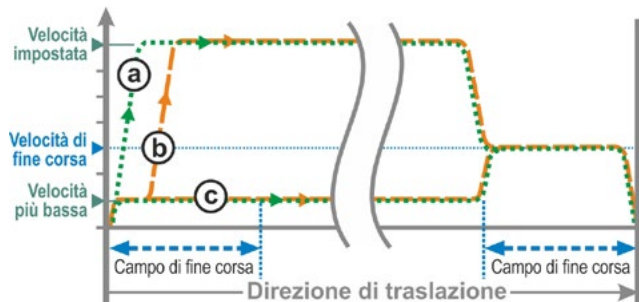

Fig. 2: Velocità di fine corsa "Avvio rapido"
- In caso di spegnimento **in funzione della corsa**, l'attuatore passa immediatamente alla velocità impostata, per raggiungere un tempo di corsa quanto più breve possibile. Si veda anche fig. 2, curva **a**.